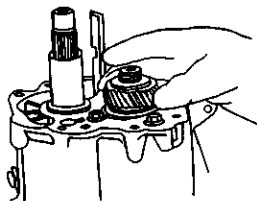

图 3-69 将五档齿轮装在输出轴上
- 42) 将五档齿轮装在输出轴上, 如图 3-69 所示。